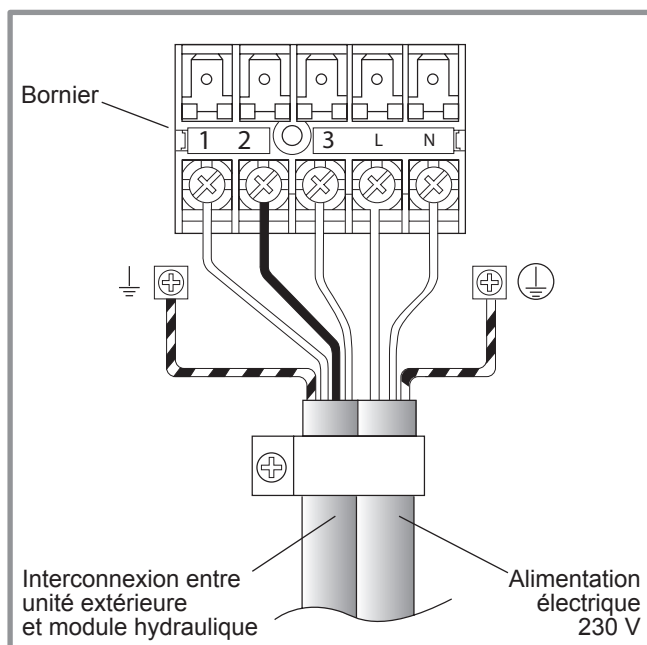

figure 38 - Connexions au bornier de l'unité extérieure
- Effectuer les raccordements suivant le schéma (figure 38).